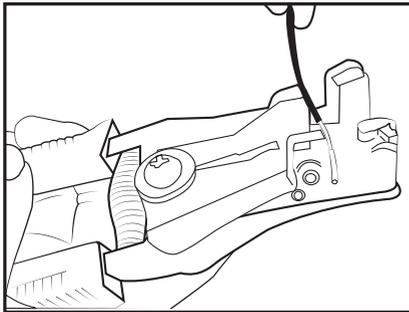

Fig. 19
- Utiliser une pince à dénuder pour retirer l'isolant de 10 à 15 mm de chaque extrémité du câble périphérique (19). Torsader fermement les fils exposés (Fig. 19 et 20).